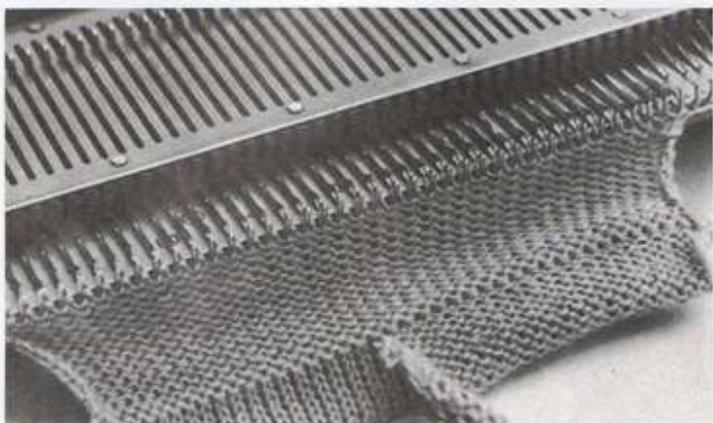

Fig. 40
- Lorsque toutes les mailles sont mises dans les crochets des aiguilles tricoter 10 à 12 rangs et retirer le fil de couleur B en le faisant glisser (fig. 40). Les deux parties de l'ourlet se sépareront; celui-ci sera parfait.